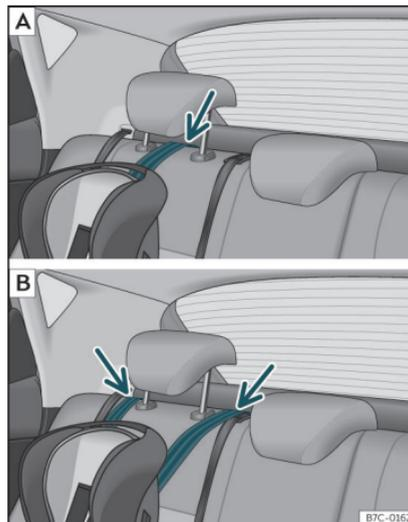

Fig. 27 Sedili posteriori: regolazione e montaggio in base alla cintura Top Tether.
- Posizionare la cinghia sotto il poggiatesta del sedile posteriore»» fig. 27 (in base alle istruzioni dello seggiolino stesso, alzare o rimuovere il poggiatesta, se necessario).